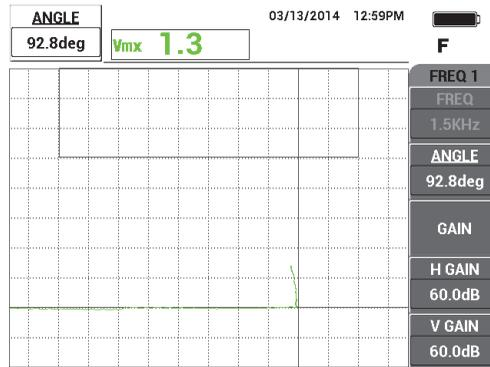

Figura 5-94 Ajuste del ángulo de despegue a horizontal
8. Pulse la tecla ANGLE () y, después, ajuste el ángulo de despegue para que sea horizontal. Vea la Figura 5-94 en la página 212.